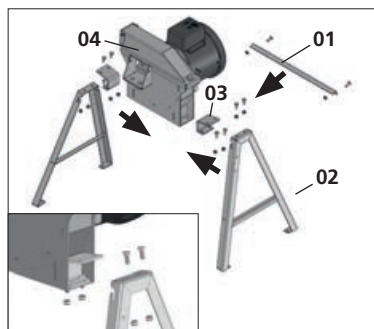

Fig. 01
Em seguida, posicione e fixe a parte inferior da chapa de ligação (3) no corpo do triturador (4) e a parte superior da chapa na parte superior do suporte (2), utilizando os parafusos M8 x 20 mm e porcas [Fig. 01].